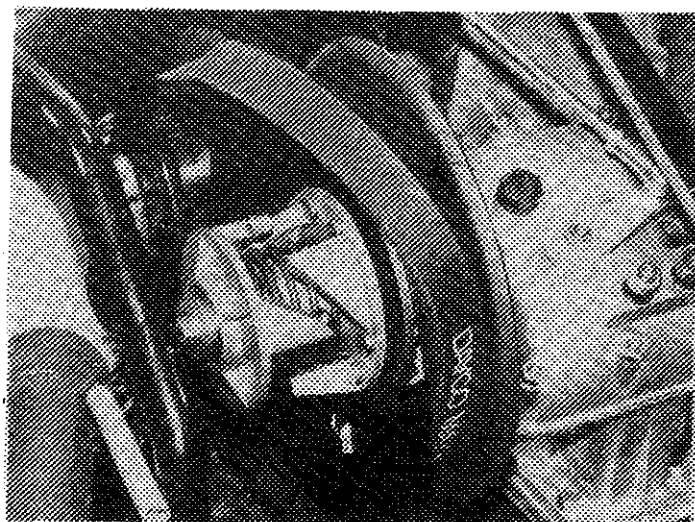

Bild 10
9. Sätt på variatorskyddet och lossa bromsen. (bild 10)